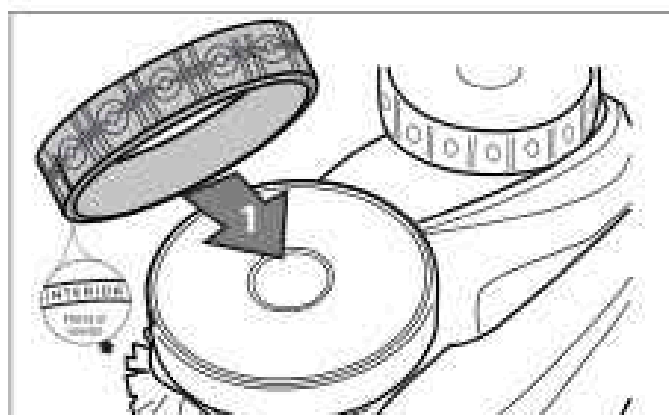

Figura 33. Orientación del neumático de reemplazo
3. Para volver a colocar el neumático, coloque el neumático en la rueda de modo que la palabra **INSIDE** (Interior) quede del lado del cuerpo del limpiador (Figura 33).